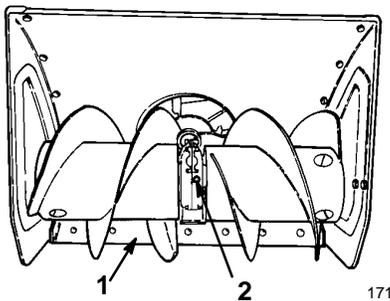

Abbildung 15
2. Die Schneefräse auf einer ebenen Oberfläche abstellen und kontrollieren, ob die Schürfleiste (Abb. 15) parallel zum Boden liegt. Wenn das nicht der Fall ist, muß die Schürfleiste eingestellt werden. Siehe *Einstellung von Rutschblechen und Schürfleiste* auf Seite 27.
3. Den Rohrverschluß vom Getriebe entfernen (Abb. 15).